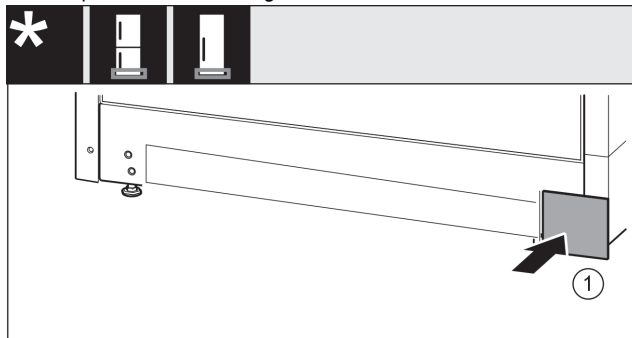

Fig. 17
- ▶ Sett på dekselet på den andre siden igjen. Fig. 17 (1)